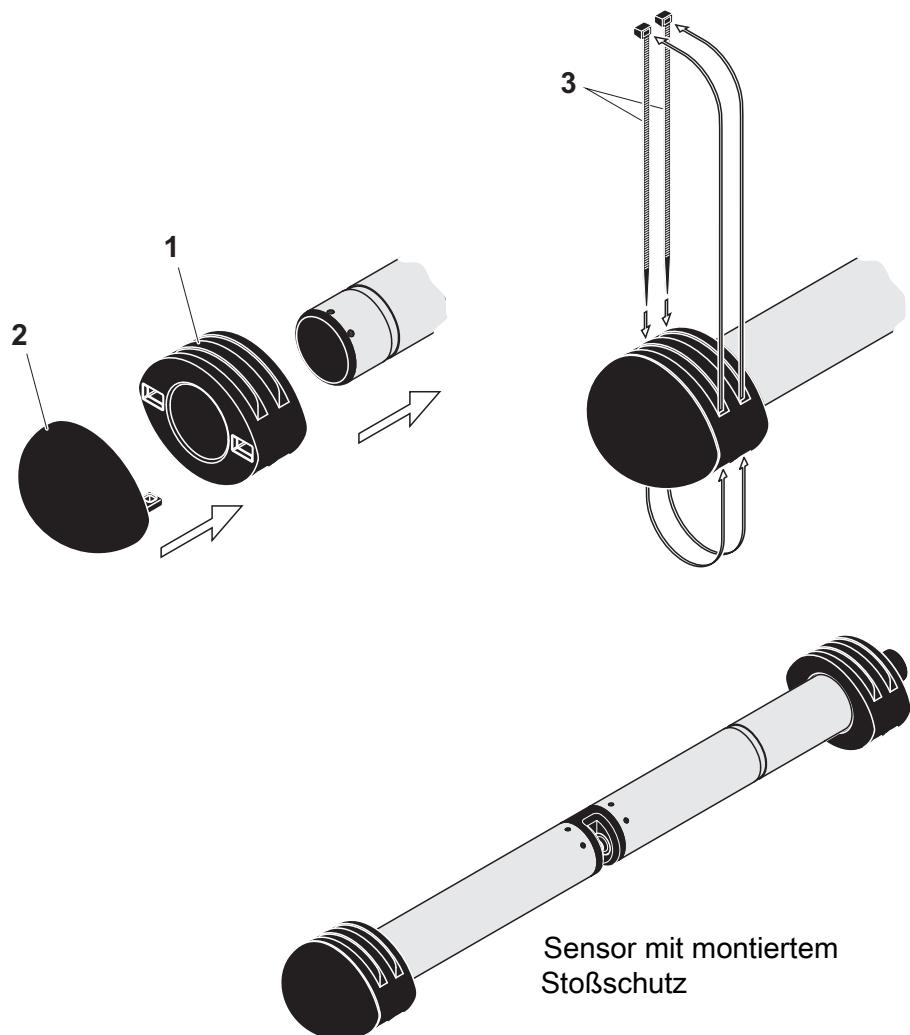

Bild 3-4 Stoßschutz montieren
1. Die Kappe (Pos. 2 in Bild 3-4) und einen der beiden Ringe (Pos. 1) zusammenstecken.
2. Die zusammengesteckte Einheit auf das Sensorende aufstekken und mit 2 Kabelbindern (Pos. 3) wie in Bild 3-4 gezeigt fixieren.